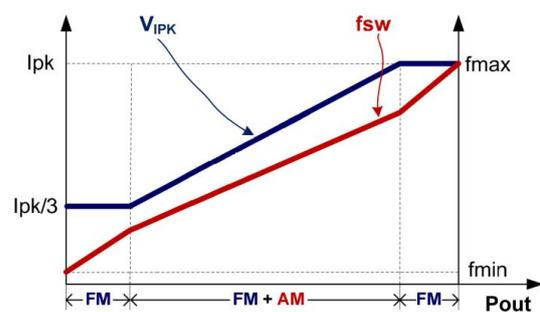

图1
为满足系统平均效率和空载待机方面的严格要求, HM3140(E)采用了调幅控制 (AM) 和调频控制 (FM) 相结合的工作模式, 如图 1 所示。